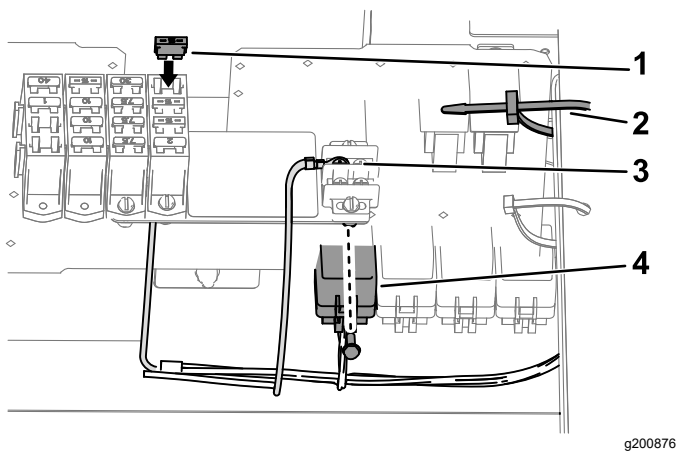

Figure 19
1. Sur la branche compartiment moteur de 197 cm du faisceau, alignez le relais et le connecteur à 5 douilles du faisceau du kit de finition (Figure 19).
2. Insérez les broches du relais dans les douilles du connecteur (Figure 19).
3. Alignez le trou dans la patte de montage du relais et le trou dans le panneau de câblage (Figure 19).
4. Fixez le relais au panneau (Figure 19) au moyen du boulon à embase (n° 10-24 x 1/2").
5. Enlevez la vis du bornier de masse (Figure 19).
- Si le porte-fusibles comprend un connecteur à lame pour la machine, insérez le fusible de dans le porte-fusibles (Figure 19).